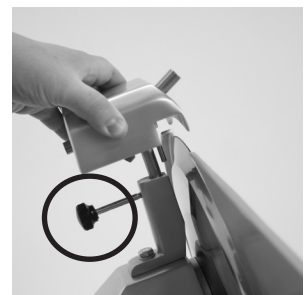
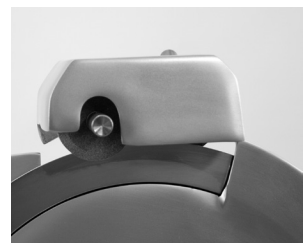

Figure 14-1
Figure 14-2
4. Desserrez la molette de déverrouillage de l'affûteur en la tournant plusieurs fois dans le sens antihoraire (Fig. 14-1).
5. Soulevez le couvercle de l'affûteur (Fig. 14-1), tournez-le dans le sens horaire (Fig. 14-2) et abaissez-le en position avec la lame entre les deux pierres (Fig. 14-2).
6. Serrez la molette de déverrouillage de l'affûteur (Fig. 14-1) pour fixer l'affûteur